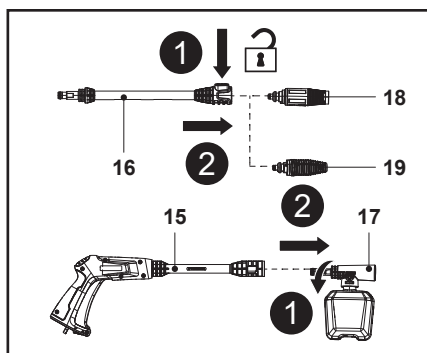

Fig. 13
1. Desconecte la boquilla (18/19) de la lanza de prolongación (16) o desconecte la boquilla de la botella de detergente (17) de la pistola pulverizadora (15) (Fig. 13).